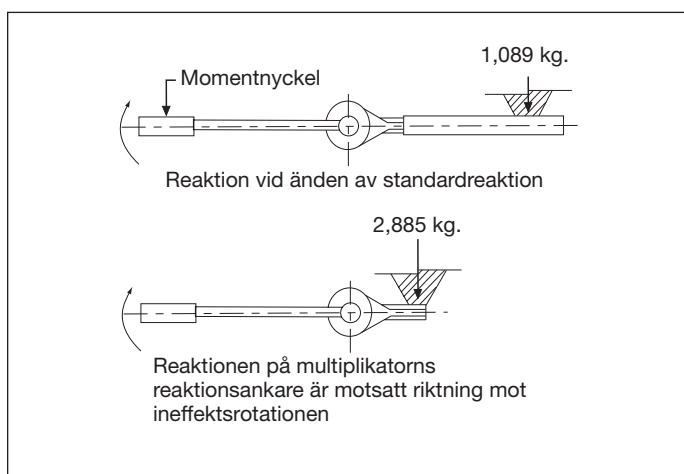

Fig. 5, Reaktionskrafterna ökar närmare multiplikatorn
5. Dra åt med en momentnyckel: Fastställ rätt ineffektsmoment som krävs (se momentsdataplattan på verktyget) eller se efter i avsnitt 4.0 Specifikationstabeller. Uteffektsmomentnoggrannhet kräver en exakt momentnyckel i serie med momentmultiplikatorn. Applicera vridmoment med momentnyckeln tills önskat ineffektsmoment uppnås (fig. 5).